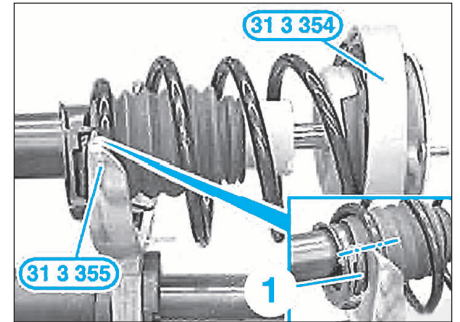

FIG. 21
- Positionner par le haut l'outil 31 3 355 et 31 3 354 avec l'insert 31 3 358 sur l'outil 31 3 341, jusqu'à ce que les goujons d'arrêt (1) s'enclenchent de manière perceptible et audible.
- Nettoyer grossièrement le ressort hélicoïdal et le serrer avec les outils 31 3 355 et 31 3 354 munis de l'insert 31 3 358 (Fig.21).